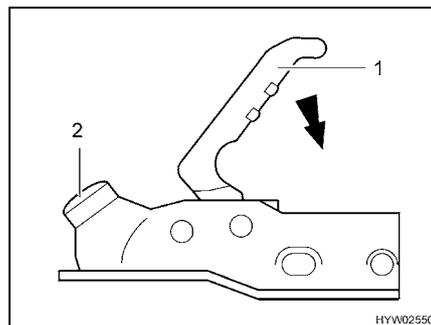

Fig. 2 Dispositif d'attelage AK 300/160
- Poser le dispositif d'attelage ouvert (Fig. 2) sur la rotule d'attelage du véhicule de traction. Le dispositif d'attelage s'enclenche automatiquement de manière perceptible. La poignée glisse d'elle-même en position initiale.
- Appuyer une fois de plus avec la main (et non le pied) sur la poignée d'attelage (Fig. 2,1). La fermeture et le verrouillage de l'attelage s'effectuent automatiquement.
- Effectuer un contrôle visuel : Le cylindre vert de l'indicateur de sécurité (Fig. 2,2) doit être allumé.